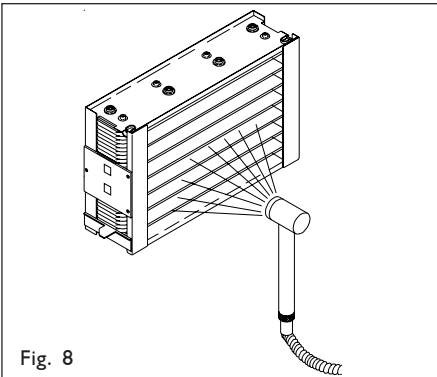

Fig. 8
1. Skölj filtret i varmt vatten med t.ex. handduschen (fig. 8) ovanför golvbrunnen eller i tvättfatet.
3. Låt tvättmedlet verka i 5—15 minuter och skölj sedan filtret nog-grant i varmt vatten (fig. 8).
1. Skölj bort lätt lossnande smuts med varmt vatten (t.ex. fig. 8).